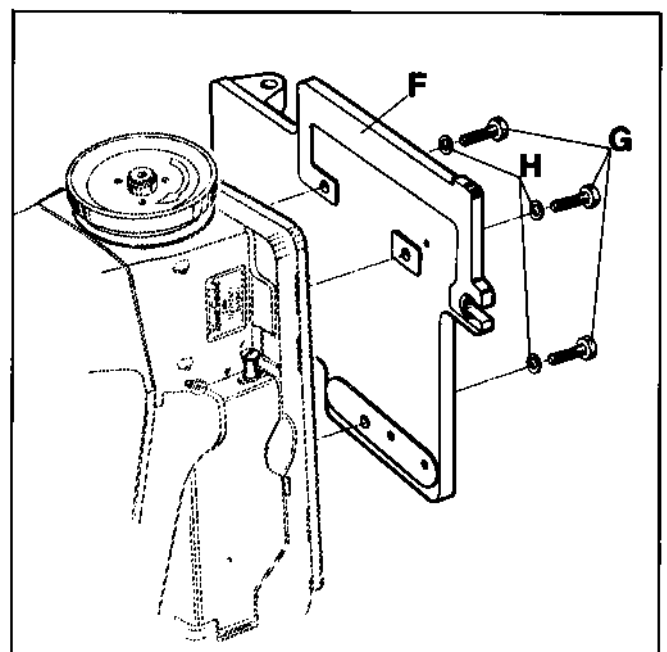

Fig. 4
Attach the sewing machine with three machine fastening screws (G, Fig. 4) and three locking rings (H) on the hinged mounting plate (F). Hang the mounting plate with the attached sewing machine back on its hinges.
Montieren Sie die Nähmaschine mit drei Maschinenbefestigungsschrauben (G, Fig. 4) und drei Federringen (H) an die schwenkbare Aufnahmeplatte (F).